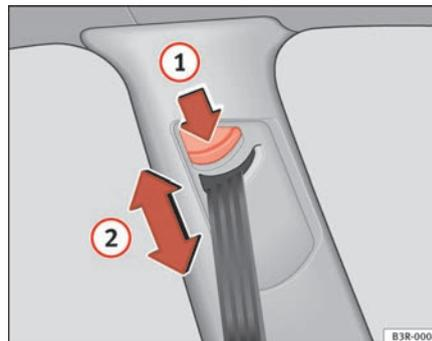

Fig. 16 Ajuste de la altura del cinturón (dispositivo-guía)
- Pulse la tecla ⇒ fig. 16 (1) para ajustar la altura del cinturón.
- Desplace el dispositivo-guía hacia arriba o hacia abajo, de modo que la banda del hombro se deslice aproximadamente por el centro del mismo, pero **en ningún caso sobre el cuello** ⇒ fig. 16 (2) ⇒ ⚠ en “Colocación de la banda del cinturón”, página 26.